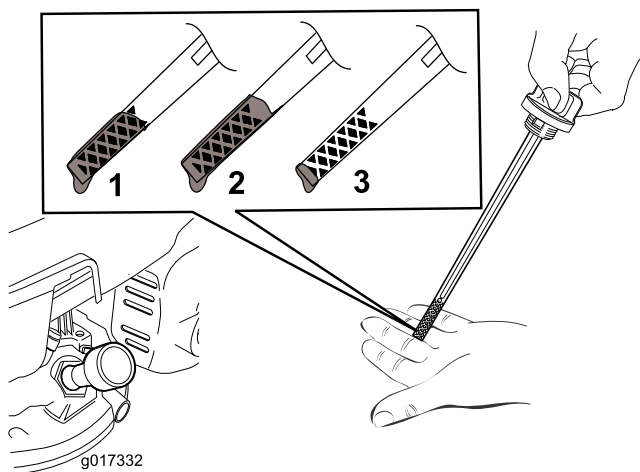

Figura 12
2. Remova a vareta medidora girando a tampa no sentido anti-horário e puxando-a para fora (Figura 12).
5. Verifique o nível do óleo na vareta (Figura 12).
- Se o nível de óleo na vareta estiver muito baixo (Figura 12), cuidadosamente adicione uma pequena quantidade de óleo mineral multiviscoso SAE 10W-30 com classificação API igual ou superior a SJ no tubo de enchimento. Aguarde 3 minutos e repita as etapas 3 a 5 até que o nível de óleo na vareta esteja correto.
- Se o nível de óleo na vareta estiver muito alto (Figura 12), drene o excesso até que o nível na vareta esteja correto; consulte o tópico Troca do óleo do motor (página 17).